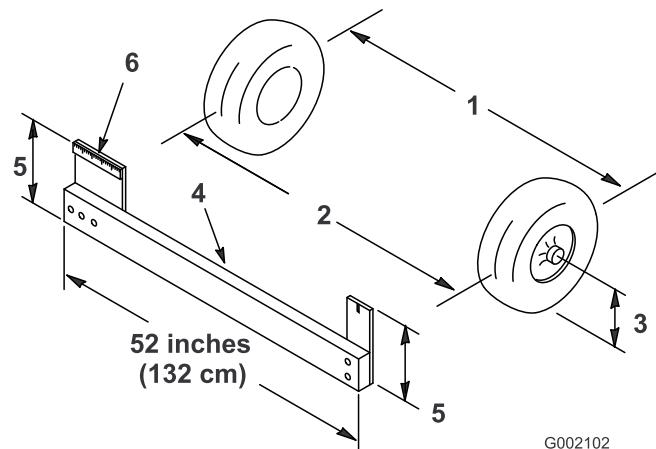

Figura 43
2. Meça a distância entre os pneus dianteiros à altura do eixo na zona dianteira e traseira dos pneus dianteiros (Figura 43). É preciso um objecto imóvel ou um medidor de alinhamento para a medição traseira dos pneus dianteiros à altura do eixo. Utilize o mesmo objecto ou medidor de alinhamento para obter uma medição precisa da dianteira dos pneus dianteiros à altura do eixo (Figura 43).